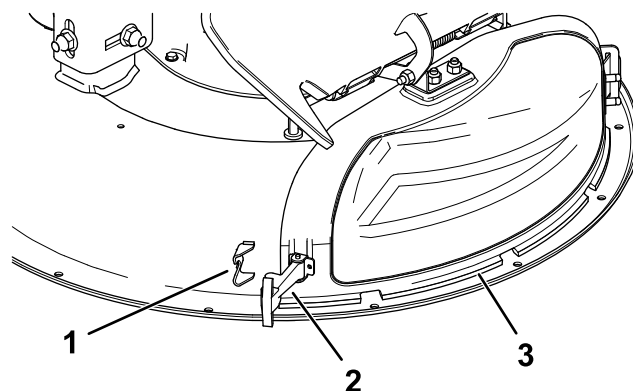

Figura 6
5. Fissate il coperchio dello scarico al piatto di taglio agganciando il dispositivo di chiusura flessibile, presente sul coperchio dello scarico, all'apposito fermo sul piatto (Figura 6).
3. Liberare il dispositivo di chiusura flessibile dal relativo fermo sul coperchio dello scarico e aprite il coperchio dello scarico verso destra (Figura 6).